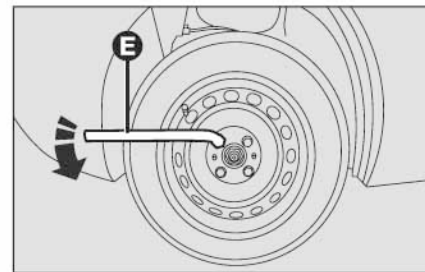

Рис. 4
- отверните примерно на один оборот болты крепления колеса специальным ключом из комплекта автомобиля **E** (рис. 4);